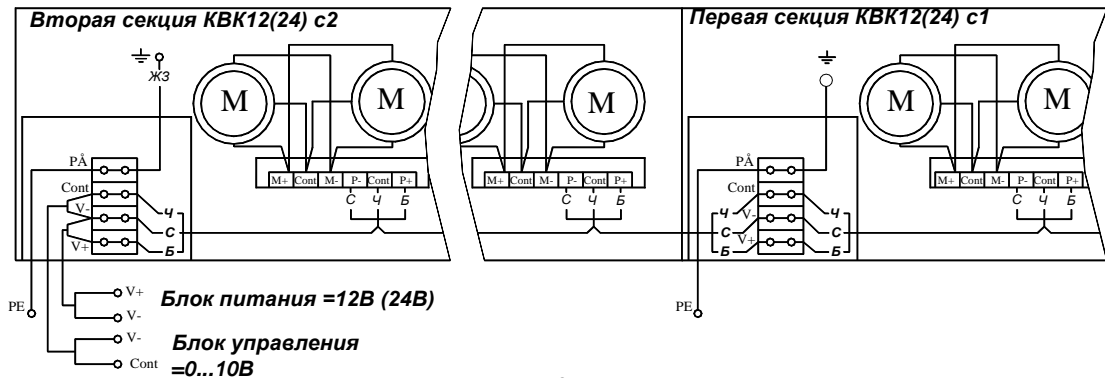

Рис.3
5.7. Для базового исполнения конвектора произвести электрическое подсоединение конвектора к источнику питания и управляющего напряжения Рис.3.